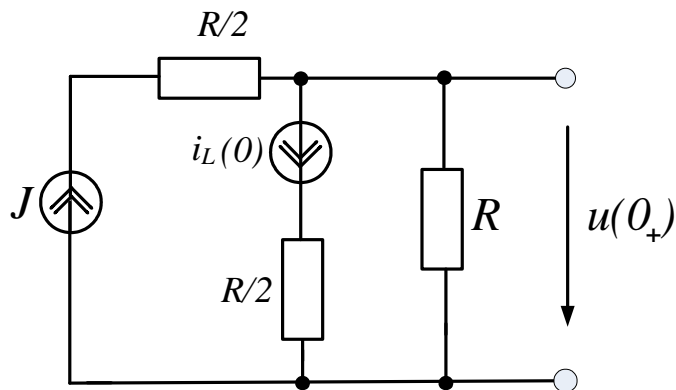

Рис.18. Схема для расчета ЗНУ
6. Для определения ЗНУ $u(0_+)$ в момент времени $t = 0_+$ рисуем схему, в которой заменяем индуктивность на источник тока с величиной $i_L(0)$ (рис.18).